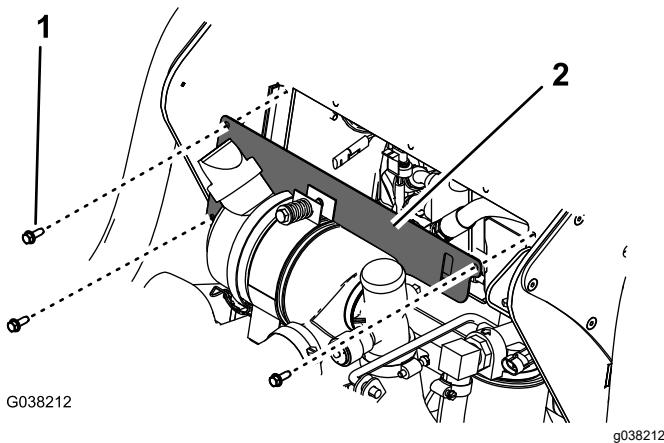

Figura 35
- Alinee los taladros en la chapa de cierre (Figura 35) con los taladros en la parte delantera del bastidor del panel de control.